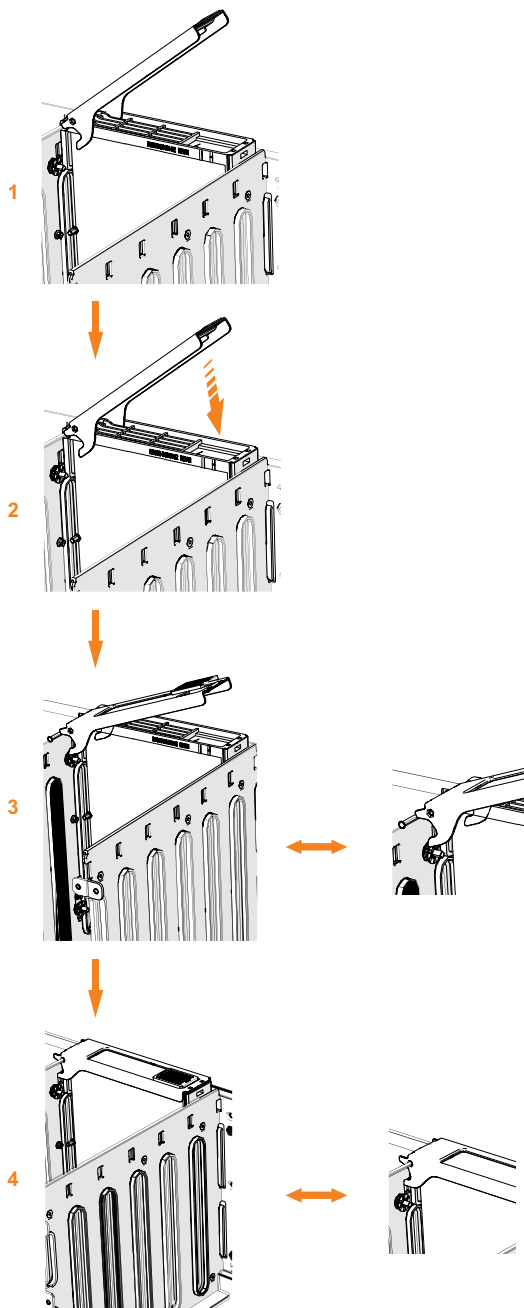

図 75. ディスク・ドライブの交換
6. ドライブ・アセンブリーのドライブ・ハンドル ( 89 ページの図 75 の **1** ) が開いた ( ロック解除 ) 位置にあることを確認します。
8. ドライブが停止するまでそっと押し下げます。ラッチの底面を区画の上部の位置に合わせる必要があります。ハンドルをドライブ・キャリアから 45 度より大きく開かないように注意してください。 ( 89 ページの図 75 の **2** )。
9. ハンドルを下に回転させて、ドライブ・アセンブリーをシャーシにロックします (図 75 の **3**)。
11. ラッチ上部の先端も完全にかみ合っていることを確認します ( 89 ページの図 75 の **4** )。